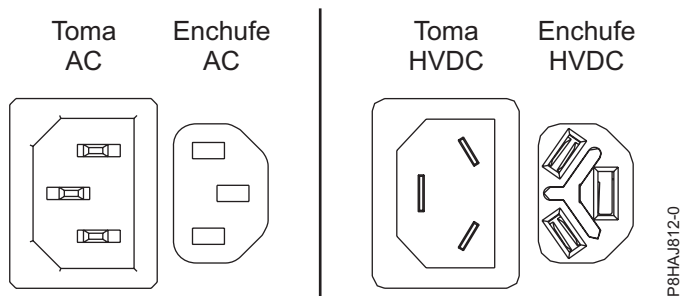
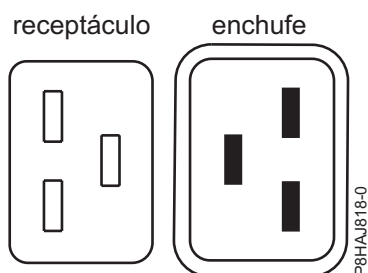
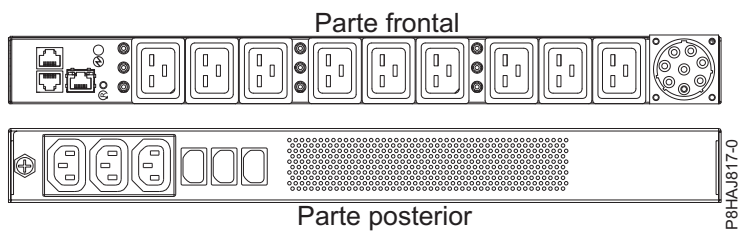

Figura 53. Conectores de CA y HVDC
Figura 54. Conectores para el sistema 8408-44E
Figura 55. PDU para el sistema 8408-44E
En Figura 53 en la página 99 se muestran los conectores admitidos de corriente alterna (CA) y de corriente directa de alto voltaje (HVDC). En Figura 54 en la página 99 y en Figura 55 en la página 99 se muestran los conectores admitidos y la unidad de distribución de alimentación (PDU) para 8408-44E.